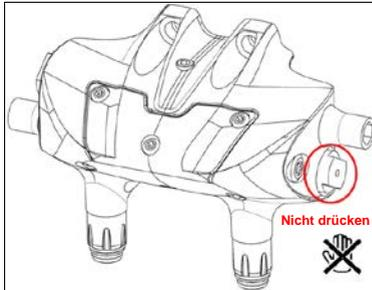

Abb. J-1 Zylinder nicht drücken
- Bitte drücken Sie vor Abschluss der Bremsenmontage nicht auf den eingekreisten Zylinderabschnitt. Wenn Sie vor Abschluss der Montage auf den Zylinder drücken, kann dies unvorhersehbare Bremseigenschaften verursachen. (**Abb. J-1**)